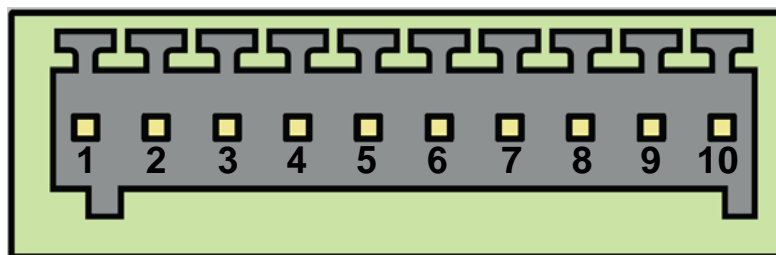

Рис. 2.8 Разрывной коннектор
Данный разъём используется для подключения внешнего устройства с интерфейсом RS485, питания 7...40 В, а также на этот разъём выведены выводы общего назначения GPIO. Сечение провода для ответной части – 0.2-0.5 мм2 (IEC), 28-20 AWG (UL). Разрывной коннектор изображен на рис. 2.8. Назначение выводов разрывного коннектора представлено в таблице 2.4.